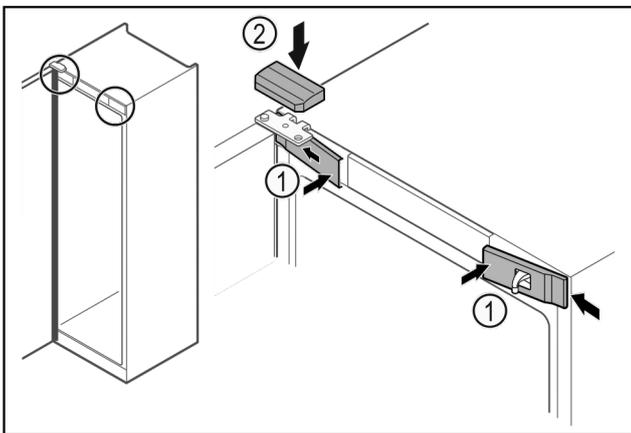

Fig. 50
- u Vordere Abdeckungen Fig. 50 (1) seitlich einhaken und aufrasten.
- u Obere Abdeckung Fig. 50 (2) von oben aufrasten.